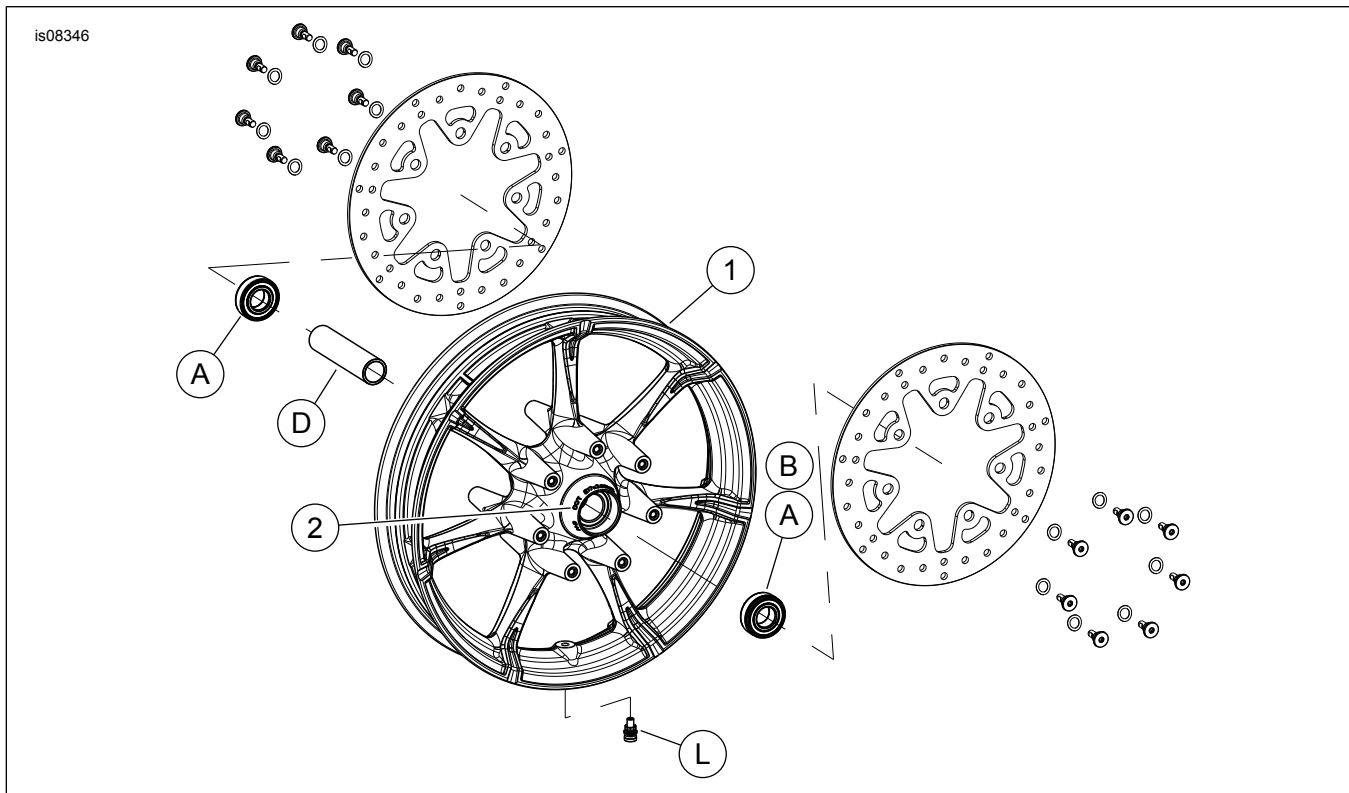

Figure 1. Pièces de rechange : Roues avant Slicer
Voir Figure 1 et les tableaux des pièces détachées.
2. Voir Figure 1. Installer l'ensemble de tige de valve (L) sur la roue. Voir le manuel d'entretien.